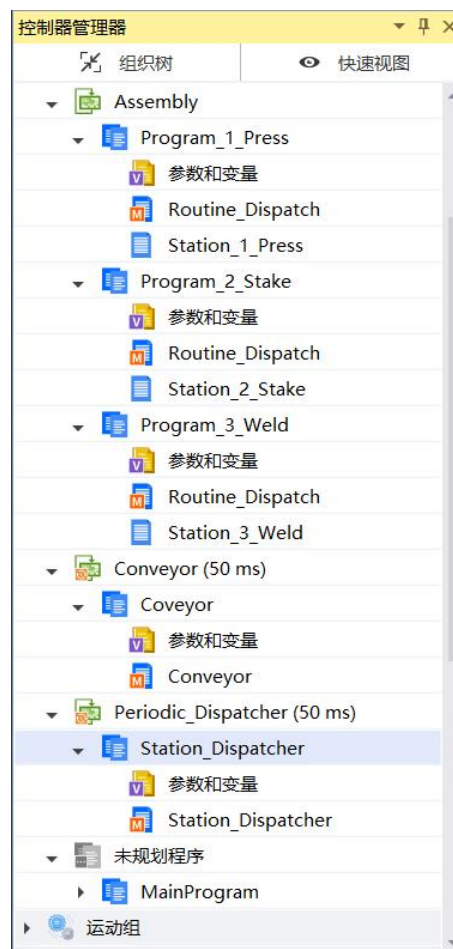

图 1-12 新建任务、程序和例程
10. 对于 Conveyor（传送带）和 Periodic_Dispatcher（定期调度）任务，如图 1-12 所示，执行如下操作：